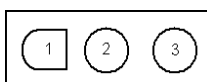

Figura 2.16: Connettore di alimentazione modulare.
- Connettori di alimentazione modulari, figura 2.16.